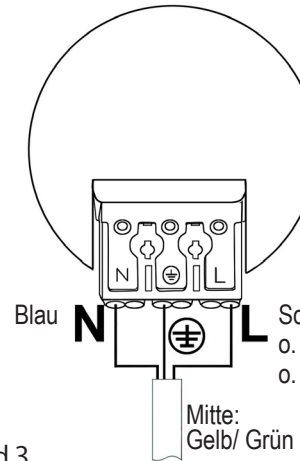

Bild 3
- Bild 3:** Die stromlose Zuleitung lt. gesetzlicher Richtlinie vorbereiten. Das Kabel lt. Kennzeichnung anschließen.